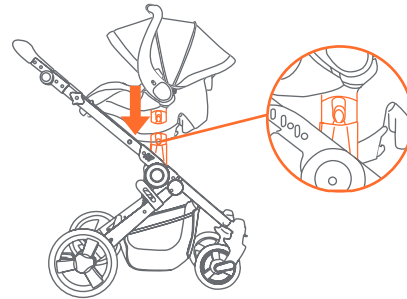

Fig. 17
- 17) • Coloque la sillita para el automóvil alineando los anclajes del asiento que están al costado de la sillita con los anclajes del armazón del carrito y presionándolos hasta que se traben correctamente (Fig. 17).